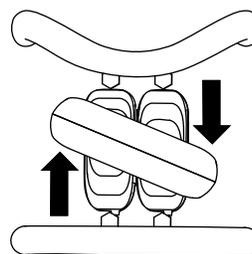

Рисунок 8
- Чтобы повернуть направо, поверните орган управления тягой по часовой стрелке (Рисунок 8).